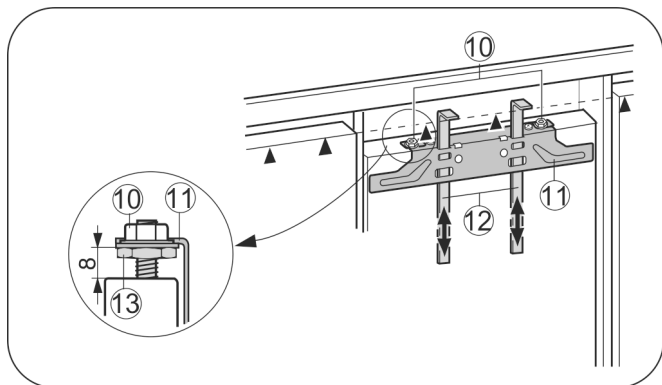

Fig. 17
- ▶ Montažni pripomoček Fig. 17 (12) pritisnite na višino vrat pohištva. Spodnji omejevalni rob ▲ montažnega pripomočka = zgornji rob vrat pohištva, ki jih montirate.
- ▶ Pritrdilni prečnik Fig. 17 (11) odvijte nad protimatico Fig. 17 (10).